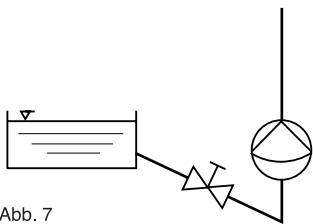

Abb. 7
- ▶ Die Saugleitung gegebenenfalls auch fallend verlegen statt steigend, um das Ansaugen von Luftblasen zu vermeiden! (Abb. 7)